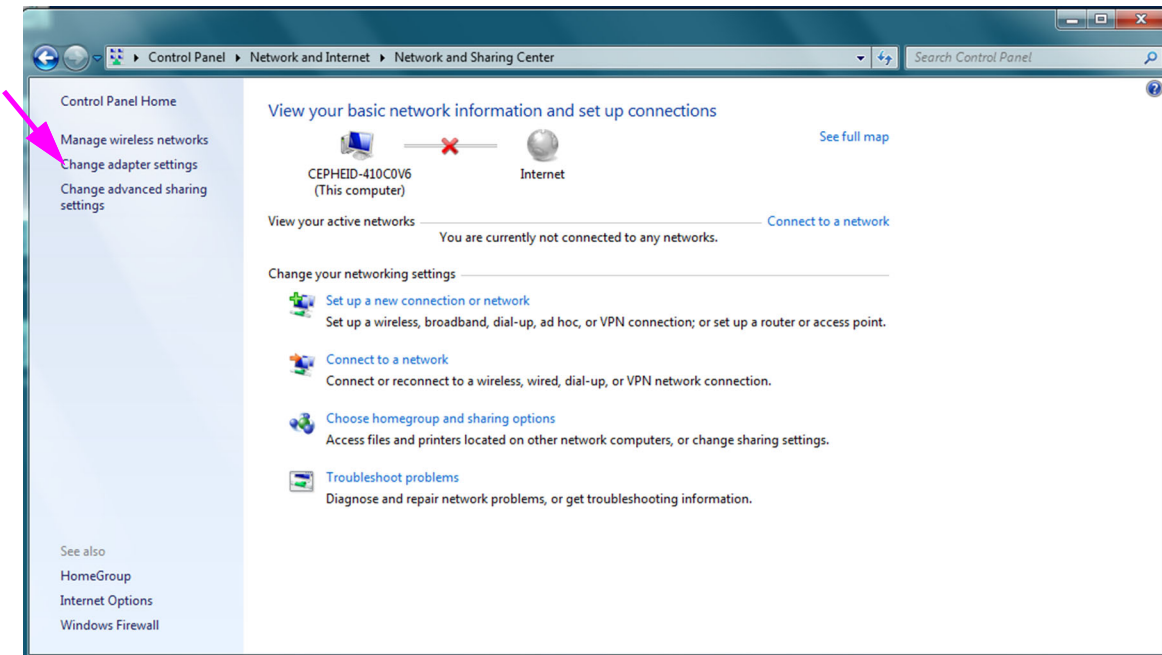

Figura 2-38. Pantalla Network and Sharing Center (Centro de redes y recursos compartidos)
4. Haga clic en **View network status and tasks (Ver el estado y las tareas de red)**. Aparece la pantalla **Network and Sharing Center (Centro de redes y recursos compartidos)**. Consulte la figura 2-38.